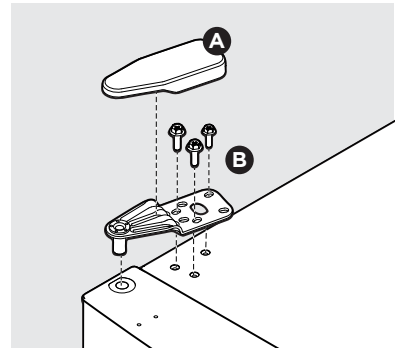

Figura 11
28. Vuelva a fijar la bisagra superior (B) del lado izquierdo del gabinete, usando una llave de 5/16". Vuelva a colocar la cubierta de la bisagra superior (A) (vea la figura 11).